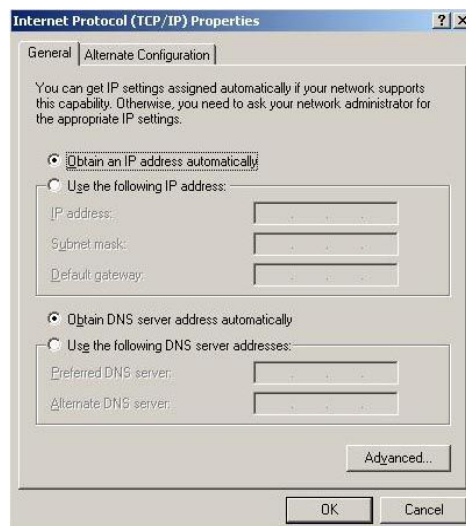

Bild 3
- ▶ Der Bildschirm (Bild 3) wird geöffnet, wenn das Netzwerk und ein DHCP-Server verfügbar sind.